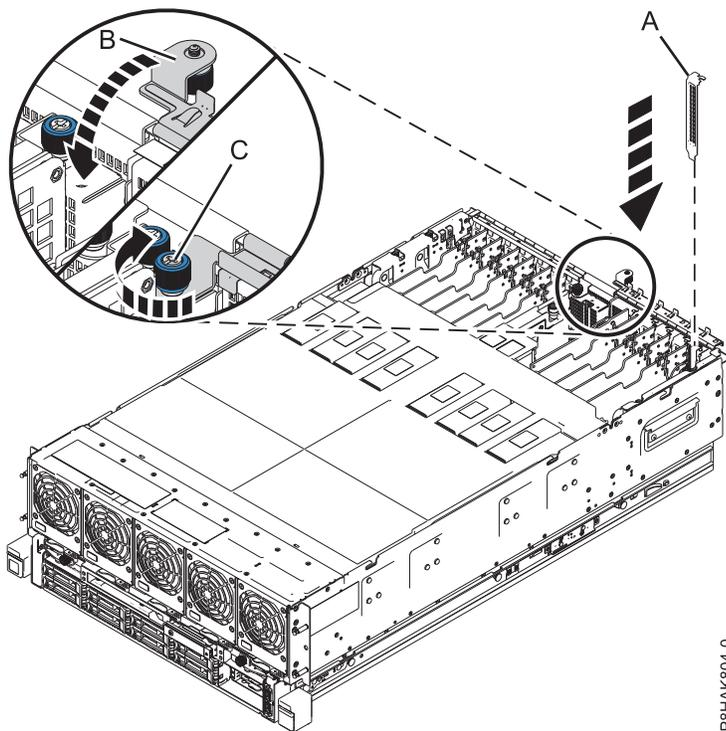

Abbildung 22. Platzhalterelement in einem PCIe-Adaptersteckplatz in einem System vom Typ 8408-44E oder 8408-E8E installieren
- a. Fassen Sie das Platzhalterelement vorsichtig am Haltesteg und richten Sie das Platzhalterelement am Steckplatz und am zugehörigen Anschluss an der Systemrückwandplatine aus, siehe **(A)** in Abb. 22.
- c. Schließen Sie die E/A-Halterung, indem Sie sie nach unten in Richtung des Systems drehen **(B)**. Siehe Abb. 22.
- d. Drehen Sie die Rändelschraube **(C)** an der E/A-Halterung im Uhrzeigersinn fest, wie in Abb. 22 dargestellt.